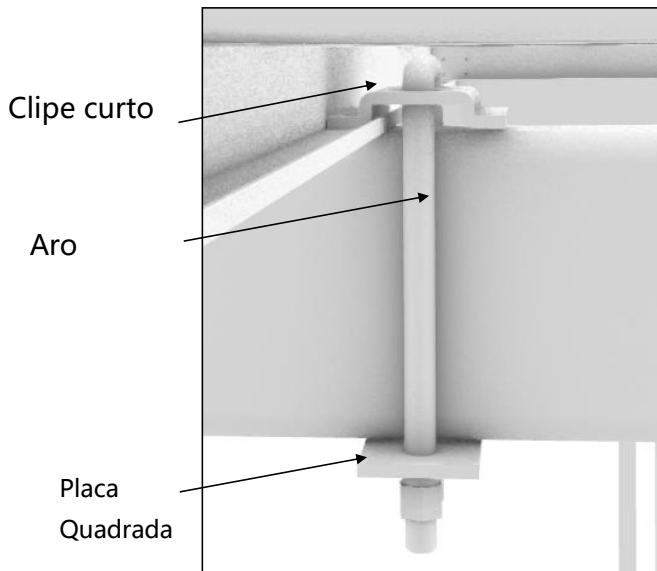
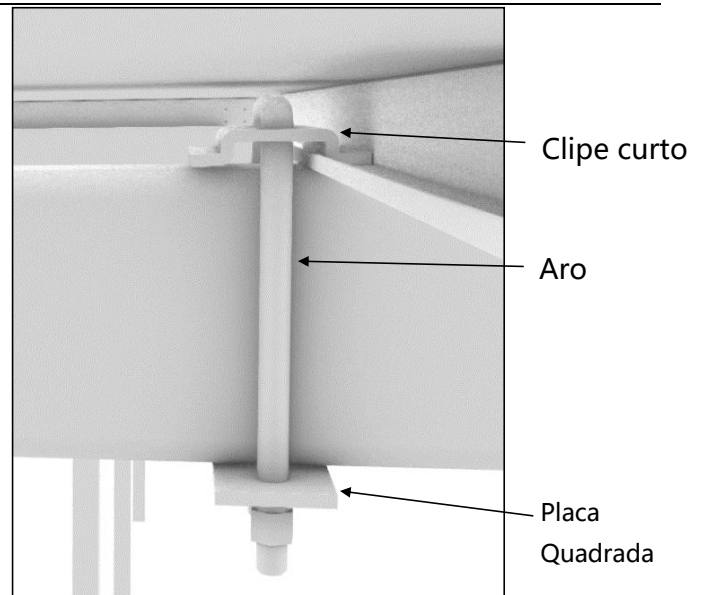

Figura 11
Figura 12
- ③ Assim que a posição do produto for determinada, comece a instalar os conjuntos de fixação superiores do lado esquerdo acima do produto (Figura 11). Coloque os conjuntos de fixadores superiores na ranhura que entra em contato com a segunda fileira de terças e o produto e coloque a placa quadrada na abertura do bastidor. Aperte a porca para fixar o conjunto na madre. Da mesma forma, instale os conjuntos de fixação superiores do lado direito (Figura 12).;